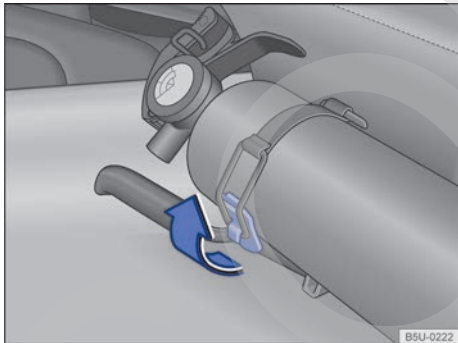

Fig. 146 En el asiento del conductor: extintor de incendio.
- Soltar la abrazadera de fijación, tirando hacia arriba ⇒ fig. 146 en el sentido de la flecha.